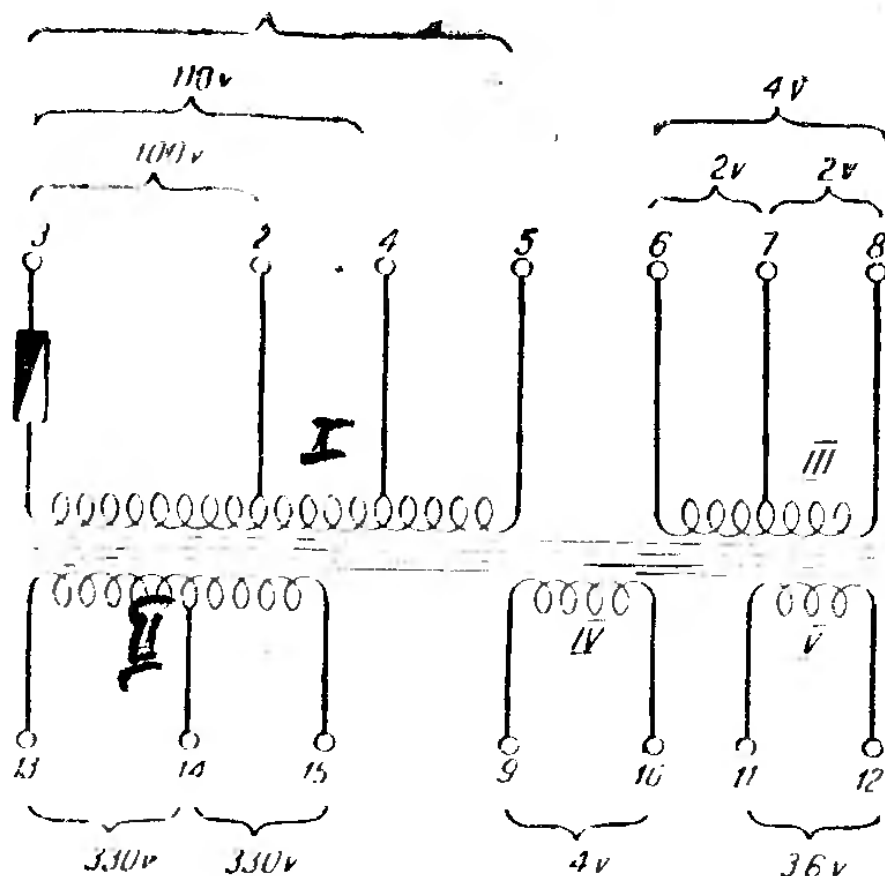

Рис. 87. Принципиальная схема трансформатора типа ТС Одесского з-да.
Трансформаторы типа ТС имеют по 5 обмоток (рис. 87). Сетевая (I) обмотка содержит 420 витков провода ПЭ 0,85 мм; она разбита на три секции 350 — 35 — 35 витков и может включаться в электросеть с напряжением 100, 110 и 120 в. Эта обмотка (рис. 85) расположена посередине каркаса трансформатора.